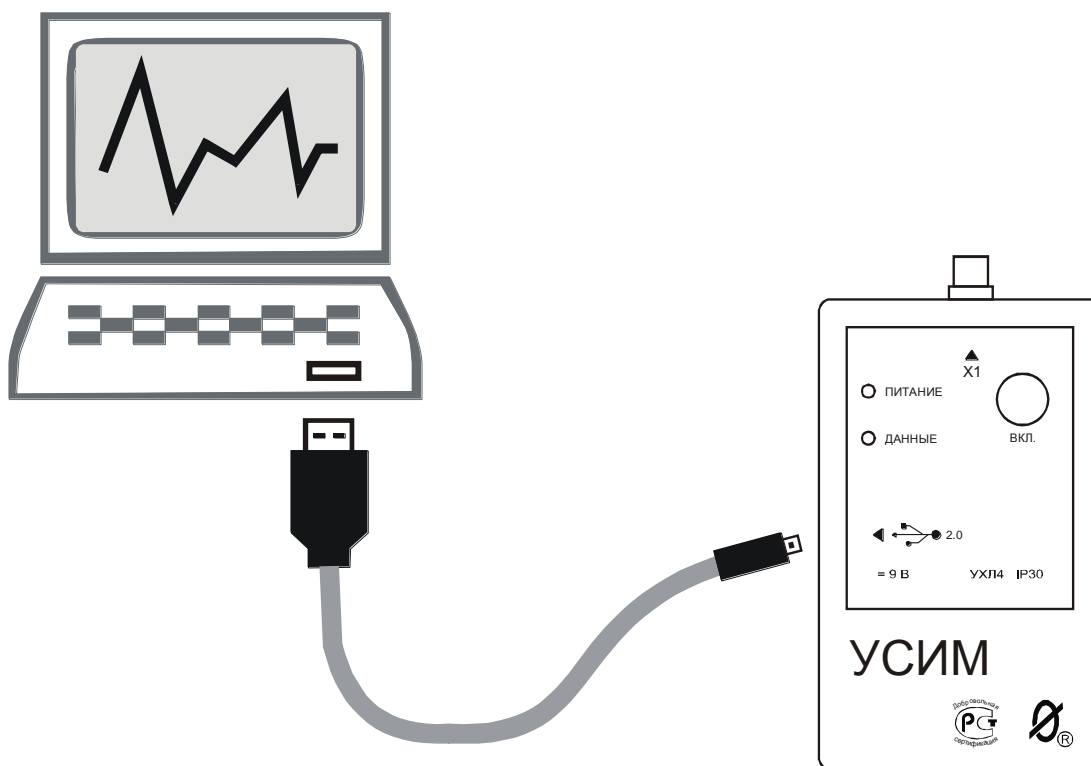

Рисунок 3 – соединение устройства с персональным компьютером.
4.3 После того, как данные собраны, устройство соединяется с ПК с помощью кабеля USB (рис.3) и накопленные устройством данные передаются в ПК.
5.3.2 Подключите устройство УСИМ к ПК с помощью кабеля USB, входящего в комплект устройства (рис.3).